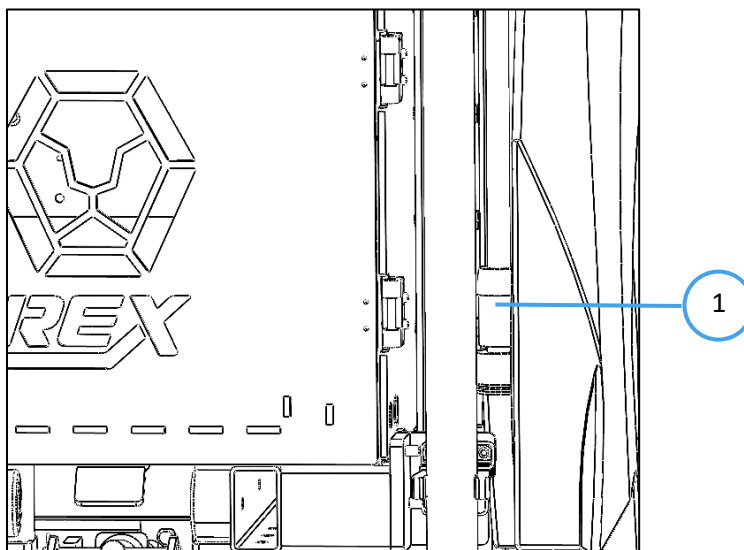

Fig. 3
7. **Controleer of de zoetwaterslang vrij van water is.** (Fig. 3 – 1).